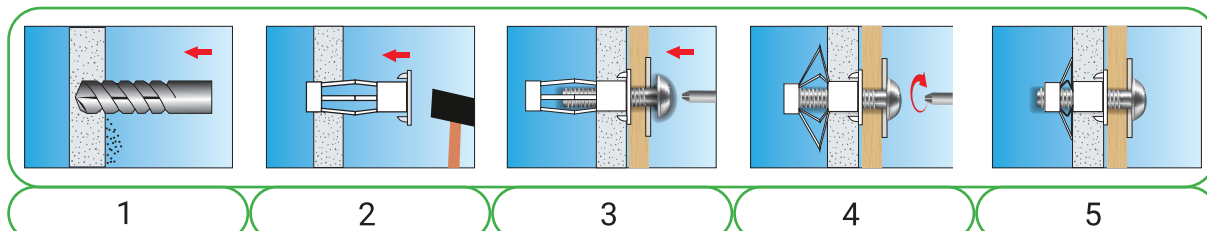

Рисунок 55. Последовательность установки крепежа на стену из гипсокартона.
Крепление легких предметов к гипсокартону производится с помощью пластиковой манжеты в форме бабочки. В гипсокартоне просверливается отверстие (1), вставляется пластиковая манжета в форме бабочки (2) и устанавливается шуруп (3). При затягивании шурупа пластиковая манжета в форме бабочки раскрывается и увеличивается площадь полезной поверхности крепежа в гипсокартонных стенах (4, 5) (рис. 55).